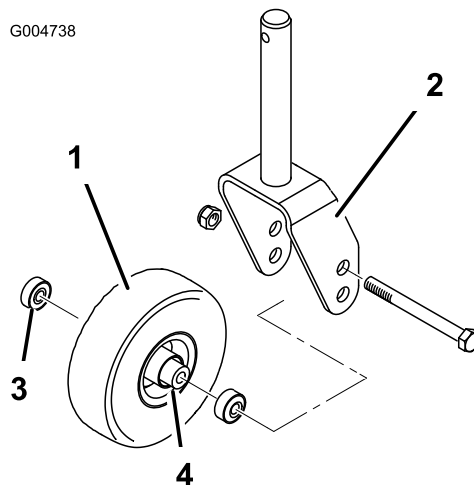
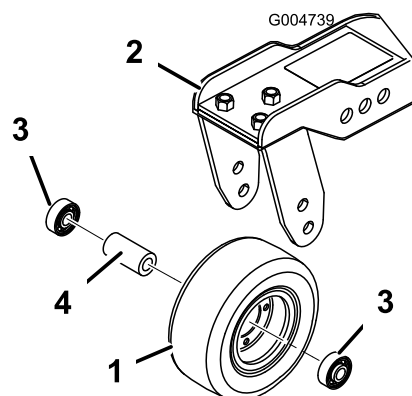

Figura 89
Figura 90
1. Togliete il dado di bloccaggio dal bullone che fissa il gruppo ruota orientabile alla forcella (Figura 89) o al braccio di rotazione (Figura 90). Afferrate la ruota orientabile ed estraete la vite a testa cilindrica dalla forcella o dal braccio di rotazione.
2. Togliete il cuscinetto dal mozzo della ruota e lasciate cadere il distanziale del cuscinetto (Figura 89 e Figura 90). Togliete il cuscinetto dalla parte opposta del mozzo della ruota.